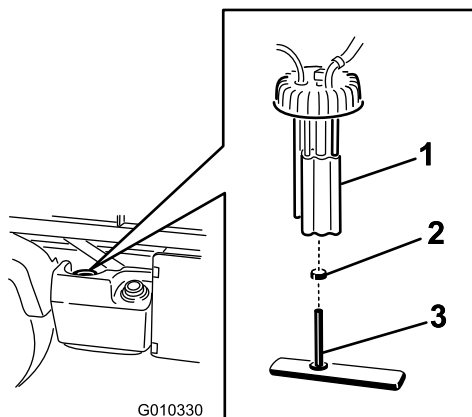

Figura 57
2. Estraiete il connettore di cablaggio fili dalla pompa del carburante (Figura 57)
3. Allentate la fascetta stringitubo e scollegate i tubi del carburante dal tappo della pompa del carburante (Figura 57).
4. Togliete il tappo della pompa del carburante svitandolo dalla parte superiore del serbatoio del carburante (Figura 57).
5. Rimuovete il gruppo pompa e filtro del carburante dal serbatoio (Figura 57).
6. Rimuovete la fascetta che fissa il filtro del carburante ai raccordi della pompa del carburante (Figura 57).
7. Rimuovete il tubo dai raccordi (Figura 57).